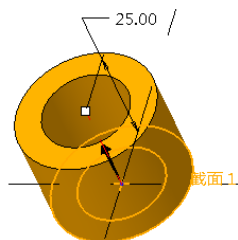

图 3-124 创建拉伸特征 1
- 退出草绘环境后，在“拉伸”操控板中设置拉伸深度为 25，最后单击“应用”按钮, 完成拉伸特征的创建，如图 3-124 所示。